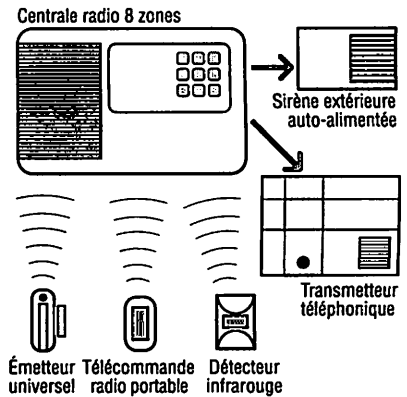

Fig. 7 : Exemple d'alarme radio anti-intrusion (Legrand).
**b) Les liaisons radio (fig. 7)**